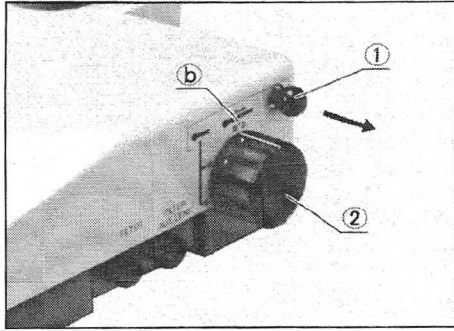

Abb. 21
b) Wird niedriger Kontrast benötigt (Abb. 21):
- ① Beleuchtungswahlknopf ① ganz herausziehen.
- ② Bei jeder Zoomvergrößerung muß der Beleuchtungswahlschalter ② auf die rot-grünen Punkte bei Position ① gestellt werden.